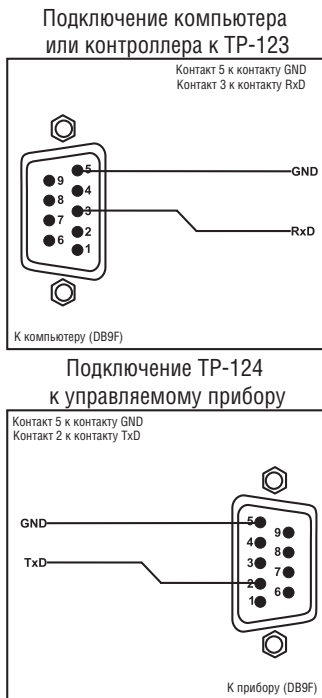

Рис. 11. Разводка кабелей RS-232
- порт RS-232 ноутбука к клеммному блоку *RS-232 TP-123* кабелем, выполненным в соответствии с рис. 11 и табл. 9 (раздел 9.1)
Для передачи управляющих сигналов необходим кабель с разъемом DB9 на одном конце и двухконтактным клеммным блоком на другой в соответствии с рис. 11 и табл. 9.